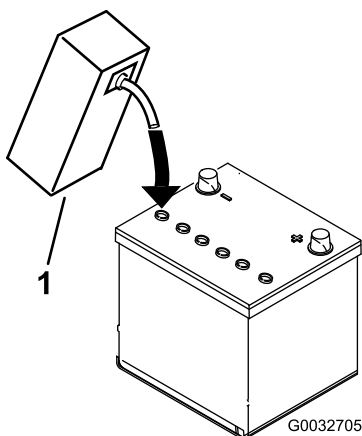

図 7
3. 各セルの電極板が液面下 6 mm 程度に水没するまで、電解液を慎重に入れる 図 7。
4. 電極板が液を吸収するまで20-30分程度待つ。必要に応じて、電極板が 6 mm 程度水没するぐらいに電解液を補充する 図 7。